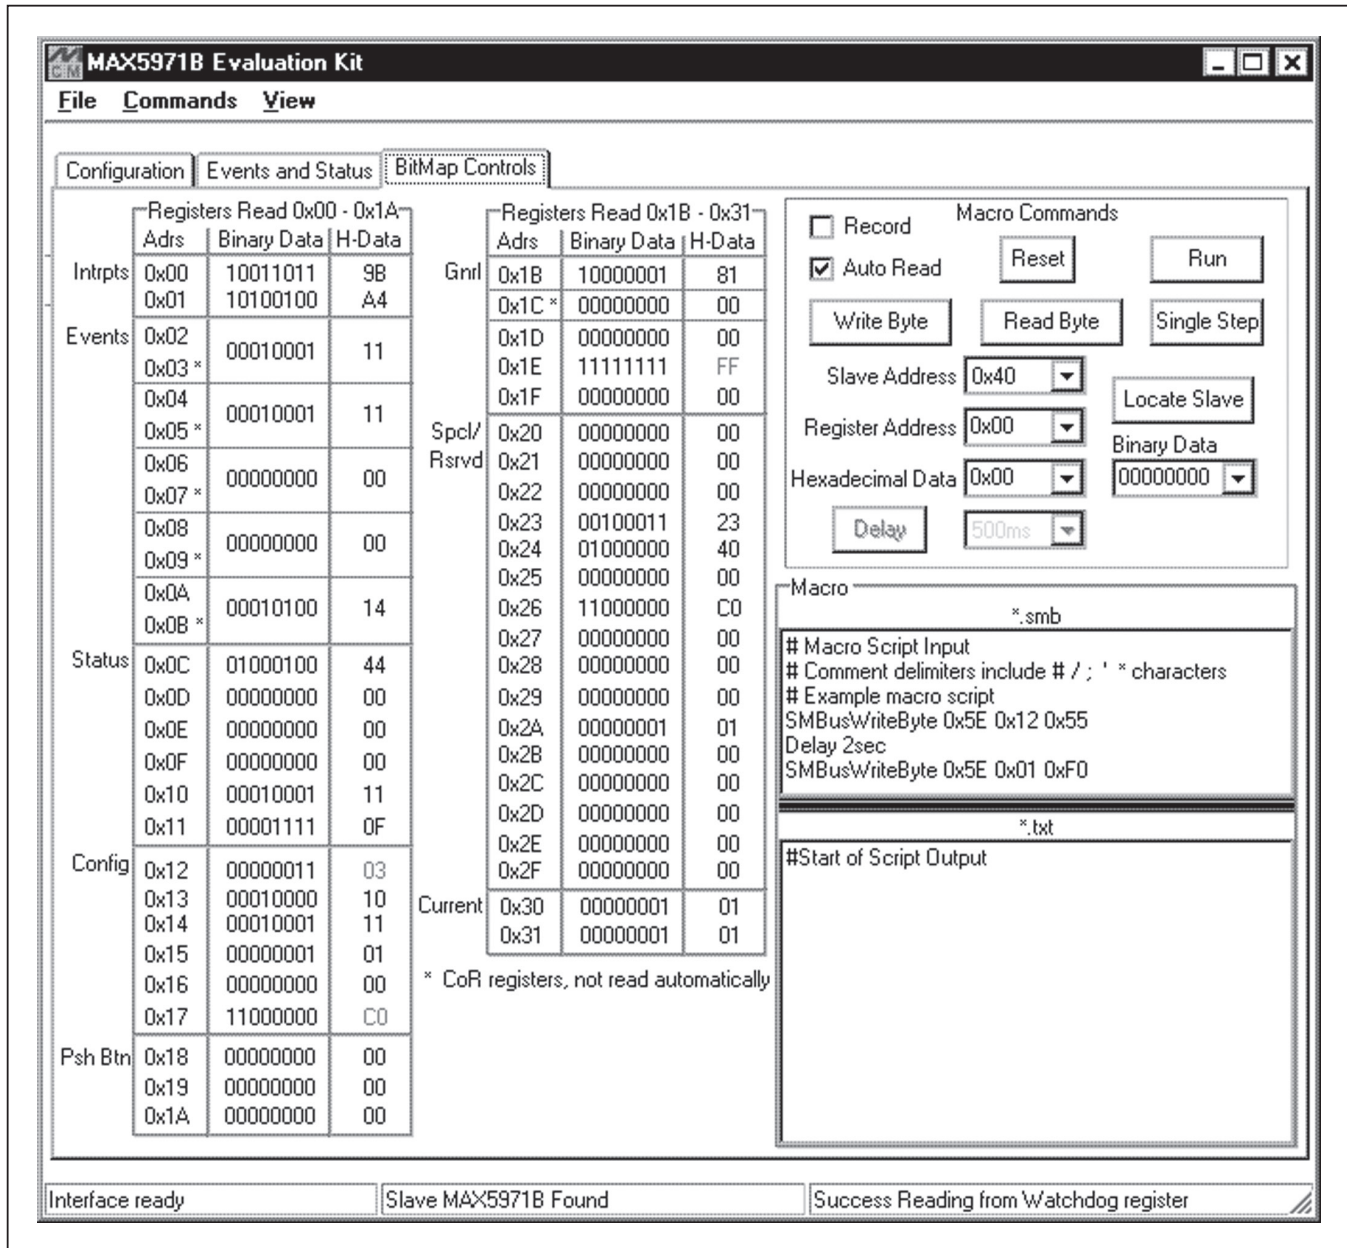

图3. MAX5971B评估软件(BitMap控制标签页)
- 13) 选择GUI (图3)上的**BitMap Controls**标签页。
BitMap Controls标签页(图3)提供了一种比特级方法，将评估板配置为单端口PSE。IC的寄存器内容显示在Registers Read表的相应行，格式为二进制和十六进制。如果数据在下次读取寄存器期间发生变化，被更新的寄存器十六进制数据将以红色显示，并闪烁4次。可通过Commands | Red Hex Data Blink Rate菜单修改闪烁速度。主窗口底部左侧的状态栏显示USB接口电路的状态。中间的状态栏显示评估板和宏引擎的当前状态。